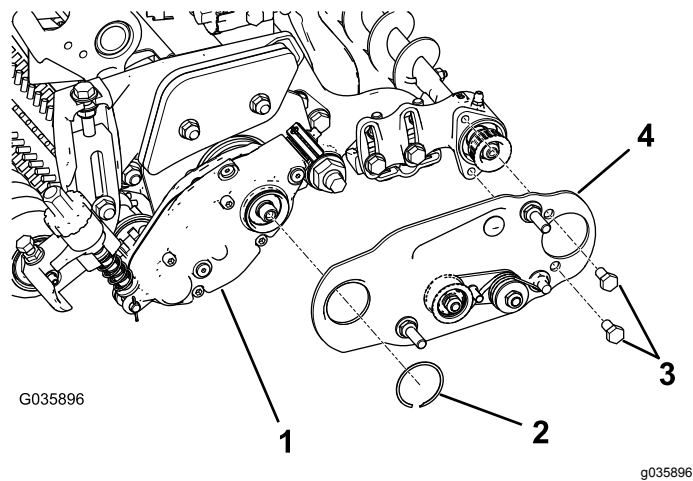

图9
3. 如图9所示确保按照怠轮皮带轮组件安装在底部的方式配置滚筒刷枢轴板。
4. 如图9所示对齐滚筒刷枢轴板。
5. 为2个螺栓5/16 x 1/2英寸涂抹242乐泰胶蓝色并用这两个螺栓将滚筒刷侧板安装到滚筒刷轴承座上图9。
6. 用卡环将滚筒刷侧板固定至滚筒刷架上图9。